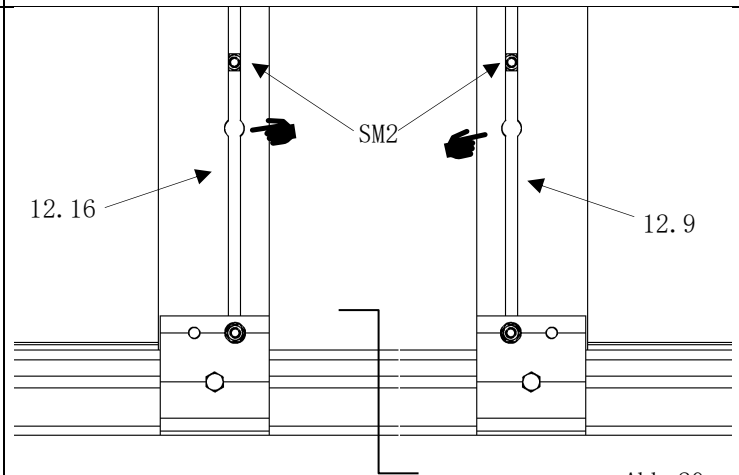

Abb. 20
- den Kopf der Sechskantschrauben (Pos. SM2) in die Montage-Bohrungen der beiden Türrahmensprossen (Pos. 12.16/12.9) einführen. (Abb. 20)